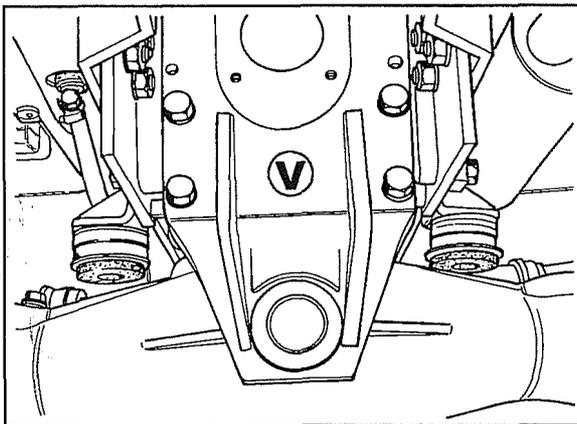

Abb. 77
11. Den vorderen Träger **V** Abb. 77 entfernen und die Achse dann nach vorne herausziehen, um sie von der Maschine zu trennen.